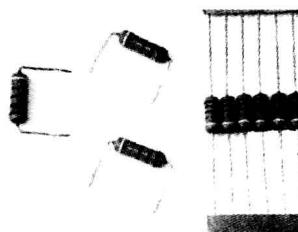

图 1-13 保险电阻
(2) 保险电阻。保险电阻是一种具有保险丝(熔断丝)和电阻双功能的元件，它经常使用在电源电路和电机驱动电路中，如图 1-13 所示。保险电阻外形和普通电阻相似，在正常情况下，具有普通电阻的功能；一旦电路出现故障，该电阻可在规定的时间内熔断使电路开路，从而起到保护其他电路元器件的功能。